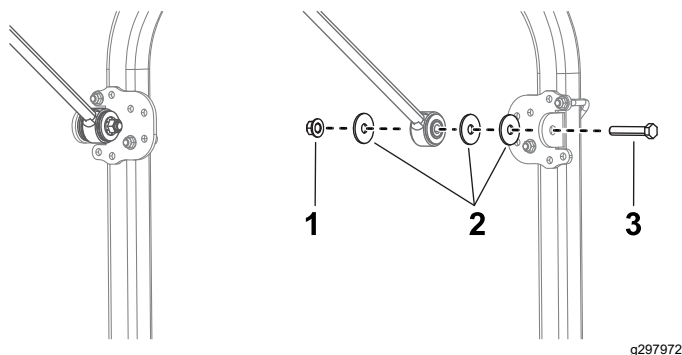

Figura 13
13. A cada lado de la máquina, instale provisionalmente un soporte de tirante en cada tirante con un perno ($\frac{1}{2}$ " x $2\frac{3}{4}$ "), 3 arandelas grandes y una tuerca con arandela prensada ($\frac{1}{2}$ "), tal y como se muestra en la Figura 13.